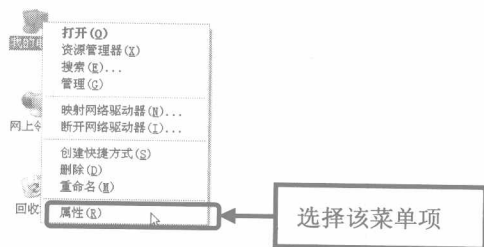

图 1-10
- ⑩ 在系统桌面的【我的电脑】图标上单击鼠标右键，在弹出的快捷菜单中选择【属性】菜单项，如图 1-10 所示。